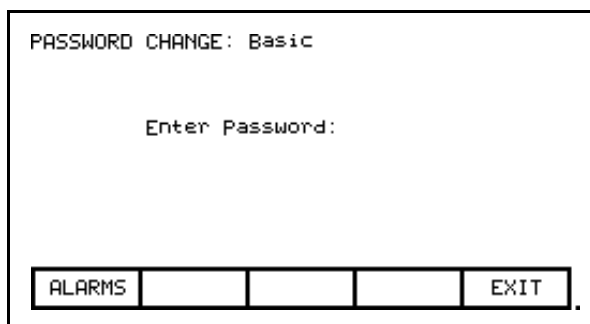

Figura 3.35 – Cambio del número PIN
El valor predeterminado de la contraseña (número PIN) de los niveles 'Basic' y 'Advanced' es cero (0), o simplemente presione la tecla [INTRO]. Este valor puede cambiarse desde la pantalla ACCESS. Primero use las teclas del cursor hacia arriba/hacia abajo para seleccionar el nivel para el cual usted desea modificar el número PIN. Presione la tecla [F9]. Se muestra la pantalla típica PASSWORD CHANGE mostrada en la Figura 3.35, la cual muestra el nivel de acceso para el cual se aplicará el nuevo número PIN.